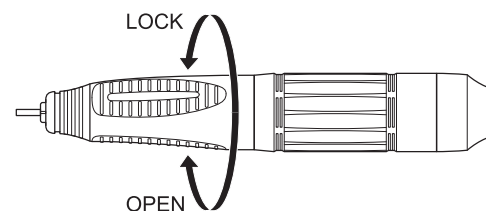

Fig. 7
- 1) Girare la ghiera di blocco della fresa in direzione OPEN come mostrato nella Fig. 7 finché non scatta per aprire il mandrino.
- 2) Girare la ghiera di blocco della fresa in direzione LOCK come mostrato nella Fig. 7 finché non scatta per chiudere il mandrino.